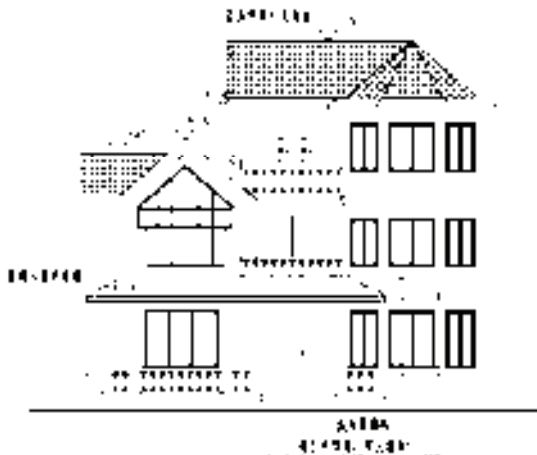

图 13-205 材料标注
2) 添加材料标注。调用“引出标注”命令，在弹出的“引出标注”对话框中设置参数，分别指定标注的起始点、引线位置和文字基线的位置，添加材料标注的结果如图 13-205 所示。